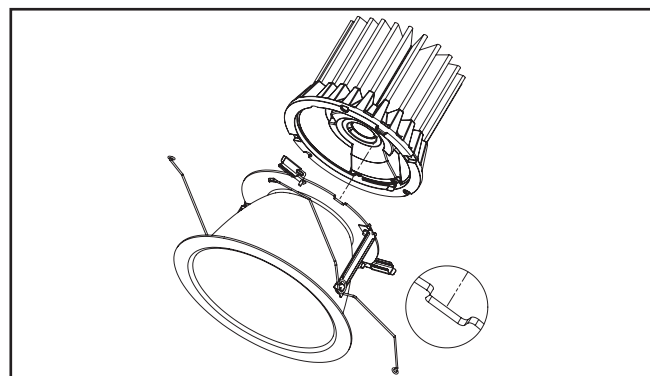

Figura 33
5. Inserte el motor LED en la unidad de la moldura. Alinee el poste en el motor LED con la ranura de la unidad de la moldura (Figura 33).